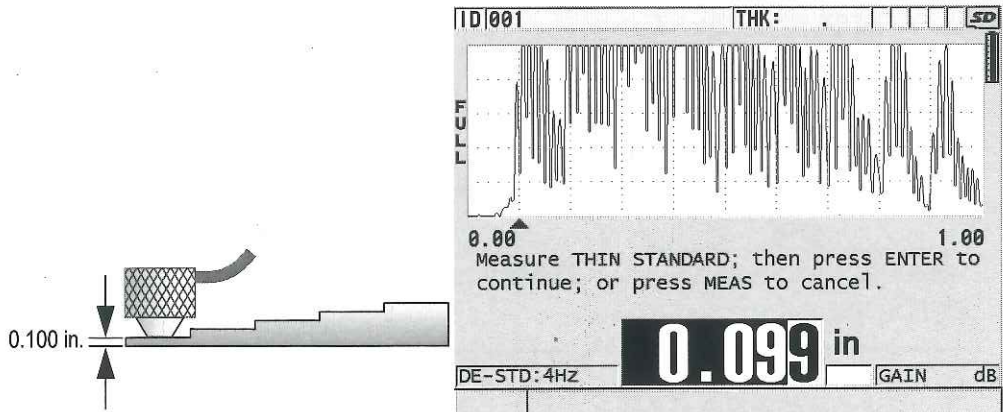

図 5-5 階段状試験片（5 段階）でのゼロ点校正の実行
2. ゼロ点校正を実行するには（65 ページ図 5-5 参照）：